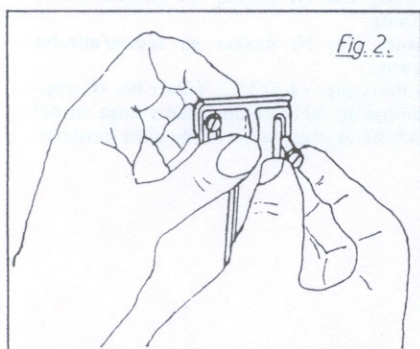

Fig. 2.
2. Montera det ena spändonet (11) löst på fönsterbeslaget (10). Använd 2 av de bifogade skruvarna. Se fig. 2.